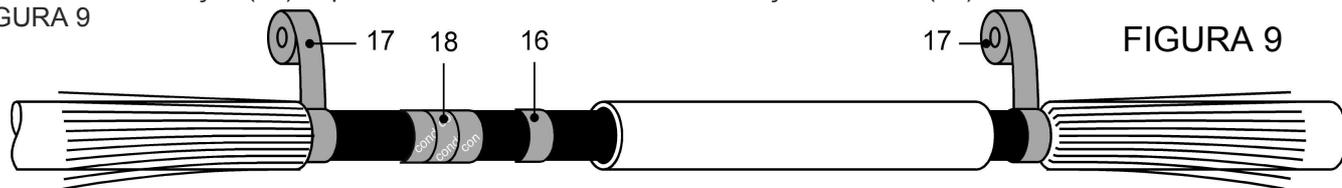

FIGURA 9
9 – Retirar a marcação (16) e passar uma volta da massa de vedação MASTIC (17) nas extremidades como indicado na FIGURA 9
Passar uma volta de FITA DE AUTO-FUSÃO SEMI-CONDUTORA (18) na região prevista para a posição da LUVA DE EMENDA DE ATERRAMENTO (20) como indicado na FIGURA 9